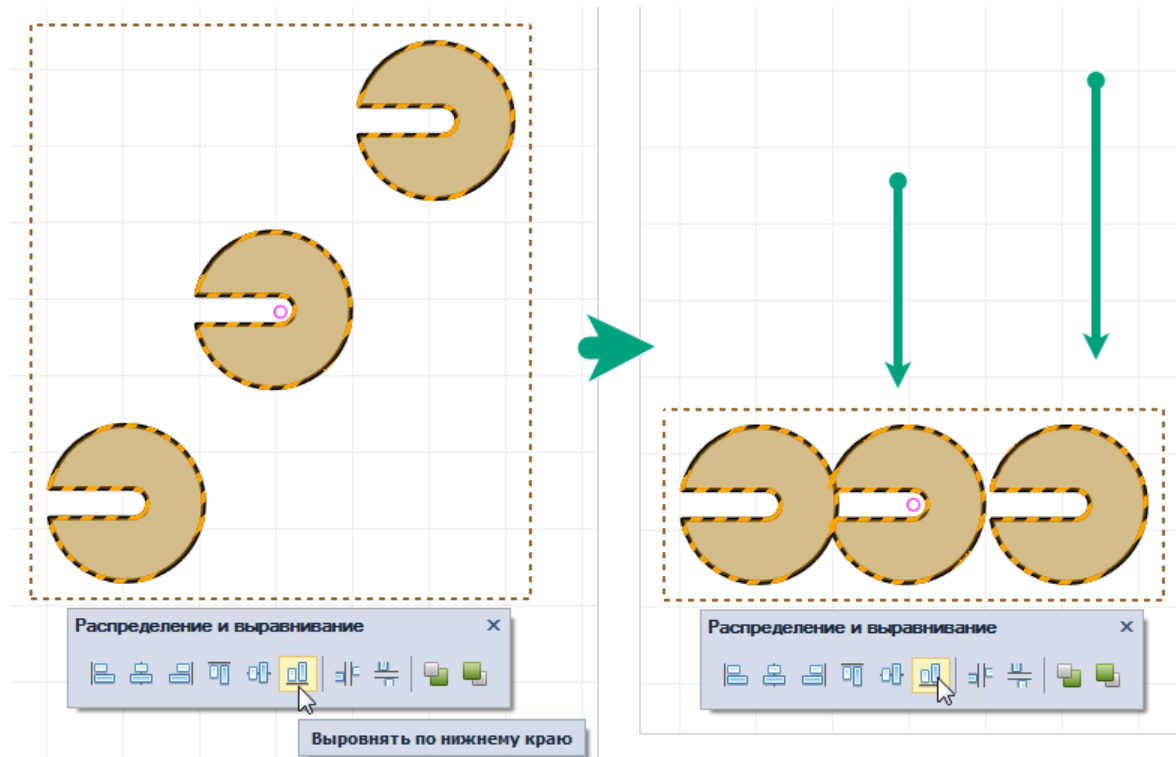

Рис. 453 Выравнивание по нижнему краю
2. На панели «Распределение и выравнивание» выберите инструмент «Выровнять по нижнему краю», который обозначен символом , см. Рис. 453.